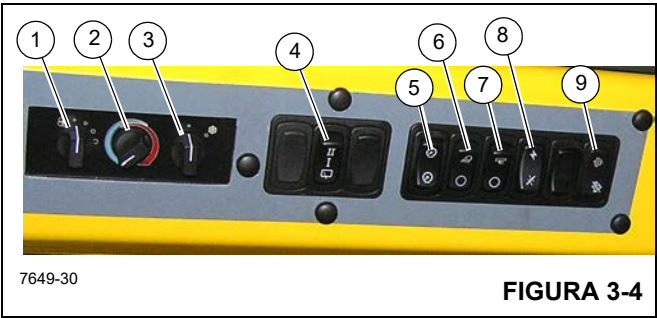

Figura 3-4 - Números de artículos
El limpiacristal de la ventana del techo (2) (Figura 3-3) se controla por medio del interruptor del limpiacristal de la ventana del techo (4) (Figura 3-4), y su funcionamiento es controlado por el motor del limpiacristal.
El interruptor del ventilador del calefactor/acondicionador de aire (1) (Figura 3-4) controla la velocidad del ventilador de la cabina. La velocidad del ventilador controla el volumen de salida de aire calentado (o la salida de aire enfriado) del ventilador. Los ajustes son apagado, velocidad baja, velocidad mediana y velocidad alta.
El interruptor de control del calefactor (2) (Figura 3-4) controla la intensidad de la temperatura de calefacción. Gire el interruptor hacia la derecha (sentido horario) para abrir la válvula para la calefacción. (El calor proviene del fluido calentado que circula por el serpentín del calefactor.) Gire el interruptor hacia la izquierda (sentido contrahorario) para cerrar la válvula para detener la circulación del fluido y reducir el calor.
El interruptor del acondicionador de aire (3) (Figura 3-4) controla el funcionamiento del sistema de acondicionamiento de aire opcional. Los ajustes son apagado (O) y encendido (I).
El limpiacrystal eléctrico se usa para quitar la humedad de la ventana en el techo. El limpiacrystal de la ventana del techo es controlado por el interruptor del limpiacrystal (4) (Figura 3-4). Éste es un interruptor de 3 posiciones, APAGADO, velocidad BAJA y velocidad ALTA (OFF/LOW/HIGH).
El interruptor del atenuador de luces de tablero (5) (Figura 3-4) controla la iluminación de los controles del calefactor/acondicionador de aire que se encuentran en la parte superior y el medidor de temperatura de aceite de la transmi-
El interruptor de luces de trabajo (6) (Figura 3-4) controla las luces de trabajo de la grúa montadas en la parte delantera inferior de la cabina de la superestructura. Presione la parte superior del interruptor para encender las luces de trabajo. Presione la parte inferior del interruptor para apagar las luces de trabajo.
El interruptor de las luces de la pluma (7) (Figura 3-4) se encuentra en el tablero superior lateral. Este interruptor de dos posiciones (ON/OFF) controla el funcionamiento de los proyectores de la pluma. Presione la parte superior del interruptor para encender las luces de la pluma; presione la parte inferior del interruptor para apagar las luces de la pluma.
El interruptor de alimentación de funciones de grúa (8) (Figura 3-4) se encuentra en el tablero superior lateral. Este interruptor de dos posiciones (ON/OFF) permite al operador desconectar la energía eléctrica de las funciones de la grúa controladas por los controladores hidráulicos en los apoyabrazos. Al colocar el interruptor en la posición de APAGADO se impide el accionamiento inesperado de las funciones si se tocan los controladores durante el transporte u otra operación. Con el interruptor en posición de APAGADO, todas las funciones de la grúa se inhabilitan.
El interruptor de limpieza de sistema de escape del motor (9) (Figura 3-4) se encuentra en el lado derecho del tablero de control superior. Este interruptor es un interruptor de tres posiciones: inhibir limpieza, permitir limpieza e iniciar limpieza. Presione este interruptor para iniciar la limpieza del sistema del motor o para inhabilitar la limpieza del sistema de escape: